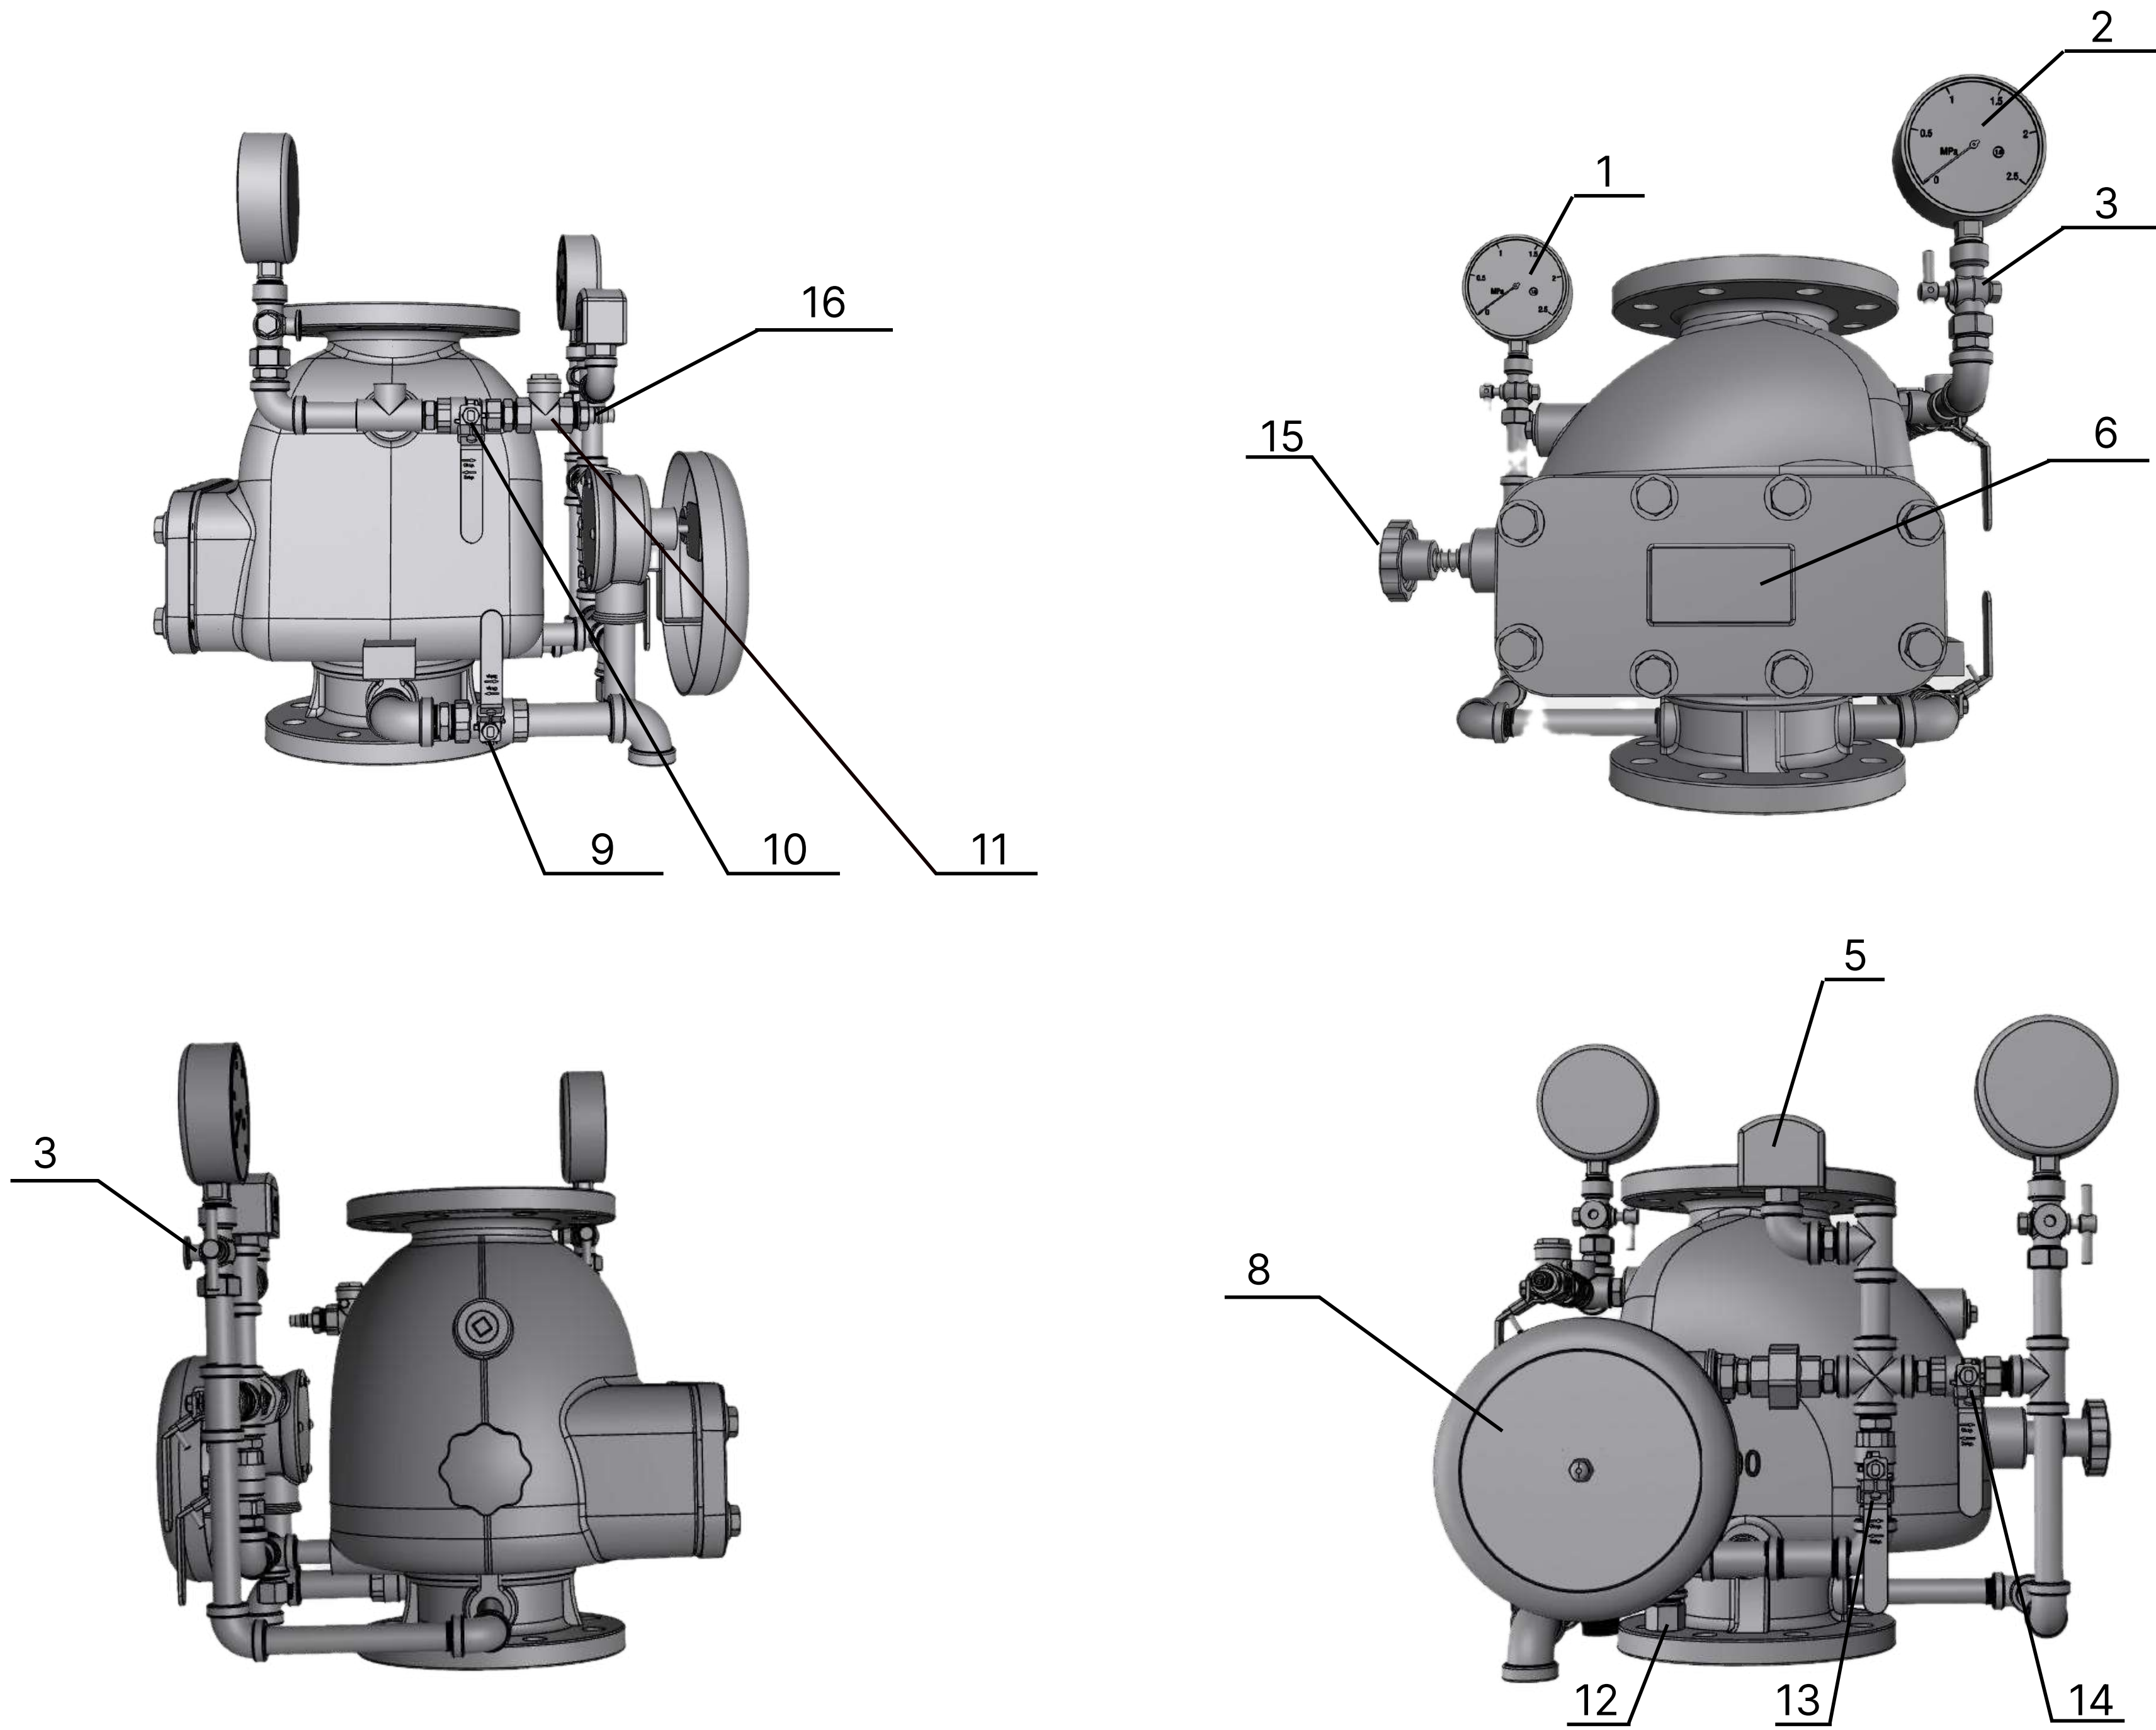

Рисунок 6. Общий вид УУ
- 7.7 Работы по обслуживанию комплектующих элементов (рис. 6, таблица 10) выполнять в следующем порядке: